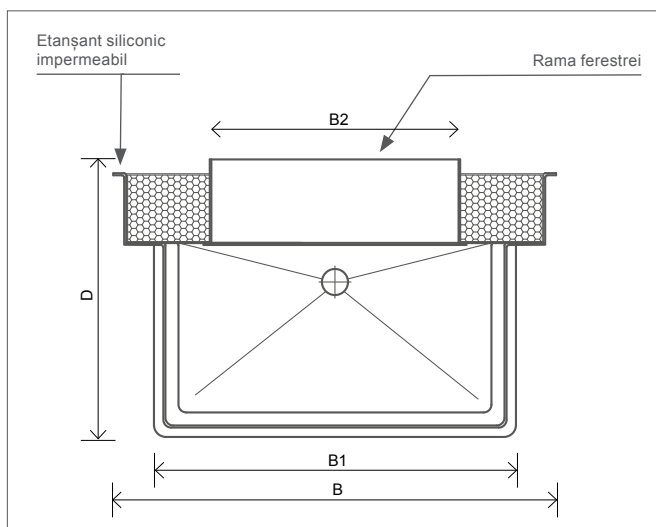
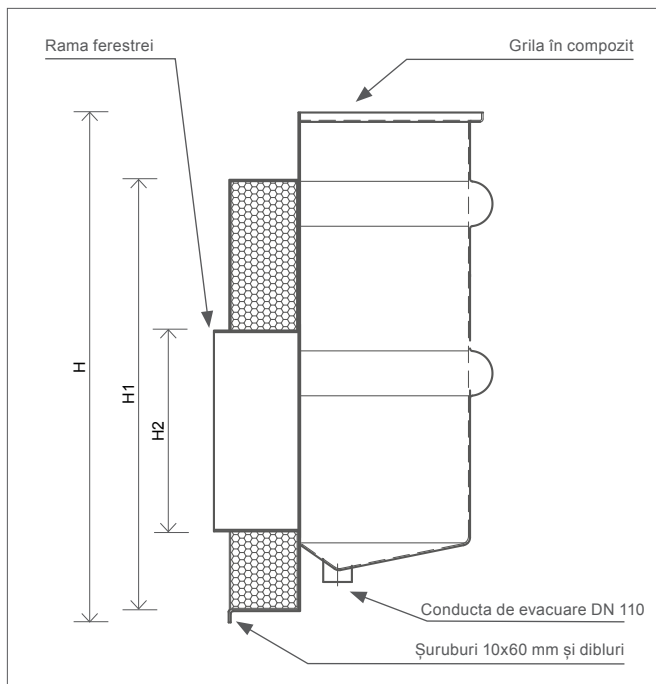

Fig. 1
Fig. 2
Înainte de a instala puțul, asigurați-vă că rama ferestrei are dimensiunea potrivită. Lățimea interioară a puțului de lumină (B) trebuie să fie cu 100 mm mai lată decât rama ferestrei (B1) (vezi fig. 1). Înălțimea interioară a puțului de lumină (H) trebuie să fie cu cel puțin 50 mm mai mare decât rama ferestrei (H1) (vezi fig. 2).